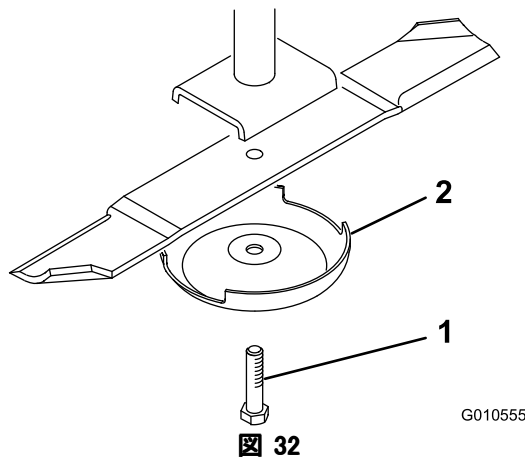

図 32
- ぼろきれや厚いパッドの入った手袋を使ってブレードの端部をしっかりと握る。スピンドルのシャフトからブレード・ボルト、芝削り防止カップ、ブレードを取り外す（図 32）。